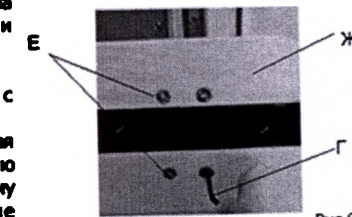

Рис.6
- 4) Регулировка высоты заднего упора для таза (рис. 6)